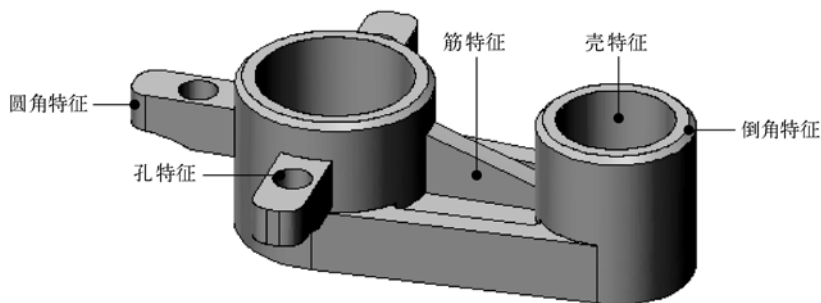

图 3-3 工程特征
- 工程特征:也可以称为拖放特征,用于针对基本特征的局部进行细化操作。工程特征是程序提供或自定义的一类模板特征,其几何形状是确定的,构建时只需提供工程特征的放置位置和尺寸即可。工程特征包括倒角特征、圆角特征、孔特征、壳特征和筋特征等,如图 3-3 所示。